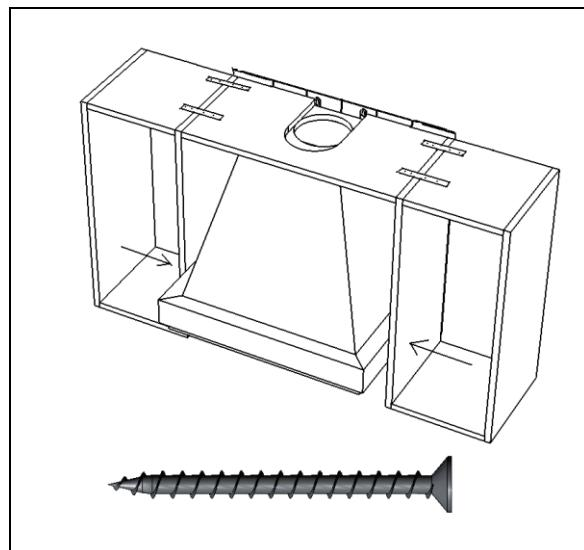

Рис. 15
8. После монтажа всего кухонного гарнитура рекомендуется произвести дополнительное крепление короба через боковые стенки соседних шкафов шурупами 4x40 мм (Рис. 15)